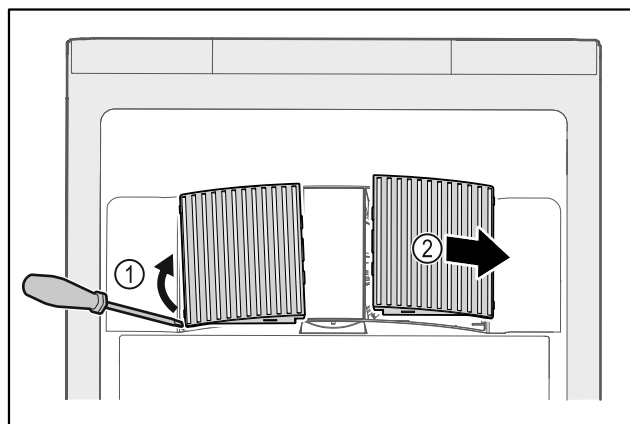

Fig. 59
- ▶ Oprezno podignite ventilatorske pokrove sa strane Fig. 59 (1) i skinite ih prema naprijed Fig. 59 (2).